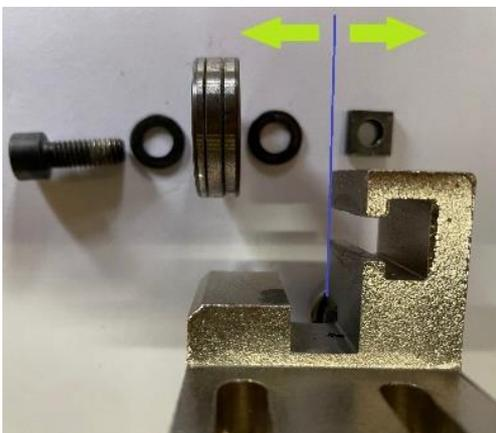

Figure 5
- Montieren Sie das untere Lager, indem Sie die beiden Unterlegscheiben auf beiden Seiten des Lagers anbringen. (Fig 5). Nur die Vierkantmutter muss in die Nute der Führung eingesetzt werden.